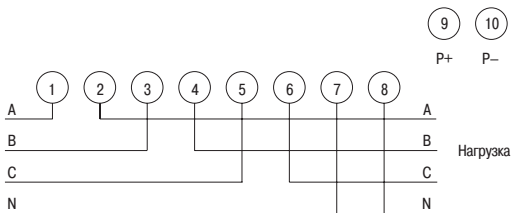

Рисунок 2. Схема подключения счётчиков типа STAR 301
6.5. Произведите подсоединение входящих и отходящих линий в соответствии со схемой на внутренней крышке клеммной колодки и на рис. 2, 4 и 5 Приложения А данного документа.